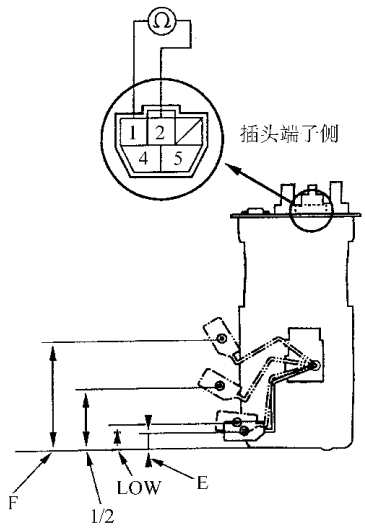

图 3-55 测量 1 号和 2 号端子之间的电阻值
10) 当浮子在 E (空)、1/2 (半满)和 F (满)位置时，如图 3-55 所示，测量 1 号和 2 号端子之间的电阻。电阻值标准值见表 3-9 所示。如测得值不符合表中的阻值要求，则更换燃油表发送装置。